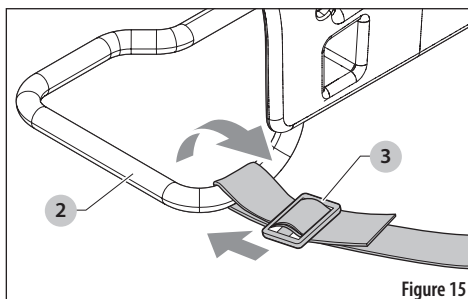

Figure 15
3. Pour les courroies du bas, enlevez les courroies de la portion supérieure des boucles (3) et placez-les autour du pied (2) en commençant par le passer en dessous. Voir Figure 15.
4. Passez la courroie dans la première section de la boucle (3). Ensuite, passez-la dans l'autre section de la boucle (2) pour resserrer. Ajustez l'épaulière et la longueur de la courroie pour obtenir un soutien confortable.